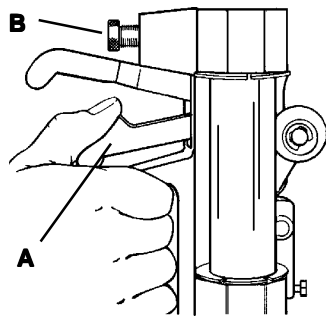

Figure 17
3. Rest your left hand lightly on the glass to hold it against the triangular face plate. Grasp the **CUTTING HEAD** handle with your right hand and depress the **SHORT THUMB LEVER (A)** as shown in **Figure 17**.
5. Never score the same place more than once. A light, continuous score is best. If the pressure is too great, the score will be flaky. Pressure is adjusted with the **PRESSURE KNOB, (B)**. The correct position of this **KNOB** will expose about 1/2" (13mm) of threads.
3. Mit Ihrer linken Hand drücken Sie das Glas leicht gegen die dreieckige Auflagescheibe. Mit der rechten Hand halten Sie den Griff des **Schneidekopfes** fest und drücken den **kurzen Hebel (A)**, wie in **Abbildung 17** gezeigt.
5. Der Anriß sollte niemals wiederholt werden. Ein leichter, durchgehender Anriß ist am besten. Wenn der Andruck zu groß ist, wird der Anriß zu rau. Die **Andruckschraube (B)** reguliert den Andruck. Die **Andruckschraube** ist richtig eingestellt, wenn ca. 13 mm des Gewindes der Schraube sichtbar ist.
3. Posez votre main gauche fermement sur le verre pour le maintenir contre la plaque avant triangulaire. Prenez la poignée de la **TÊTE DE COUPE** de la main droite et appuyez sur le **LEVIER DE TAQUET DROIT (A)** comme il est illustré dans la **Figure 17**.
5. N'entaillez jamais la même pièce plus d'une fois. Une entaille légère et continue vaut mieux. Si la pression est trop grande, l'entaille s'effritera. La pression est ajustée à l'aide du **BOUTON DE PRESSION (B)**. La position correcte de ce **BOUTON** exposera environ 13 mm (1/2 po.) de pas de vis.